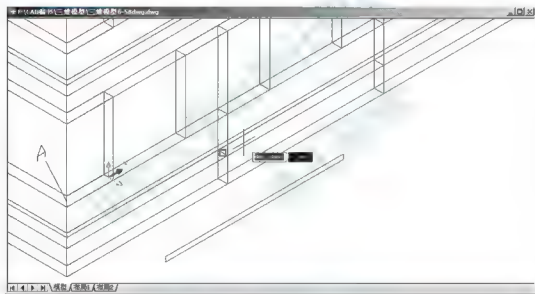

图 6.63 捕捉 A 点作为多段线的起点
- (1) 在命令行输入“PL”后按 Enter 键，启动绘制多段线命令。
- (2) 在指定起点：提示下，捕捉图 6.63 中所示的 A 点作为多段线的起点。